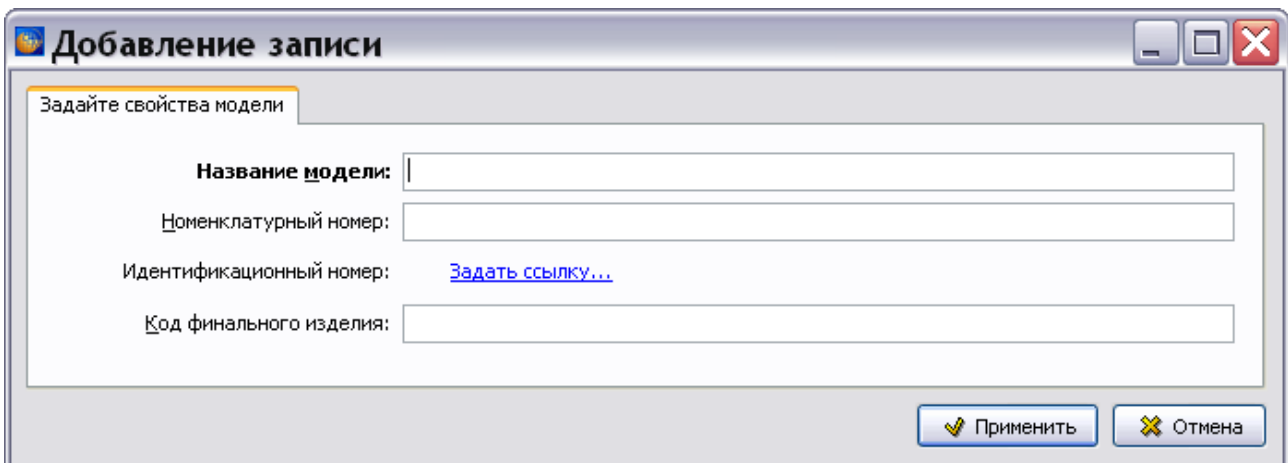

Рис. 17.6
3. Для добавления свойств модели нажмите на кнопку **Добавить** . После этого появится окно **Добавление записи** (Рис. 17.6).